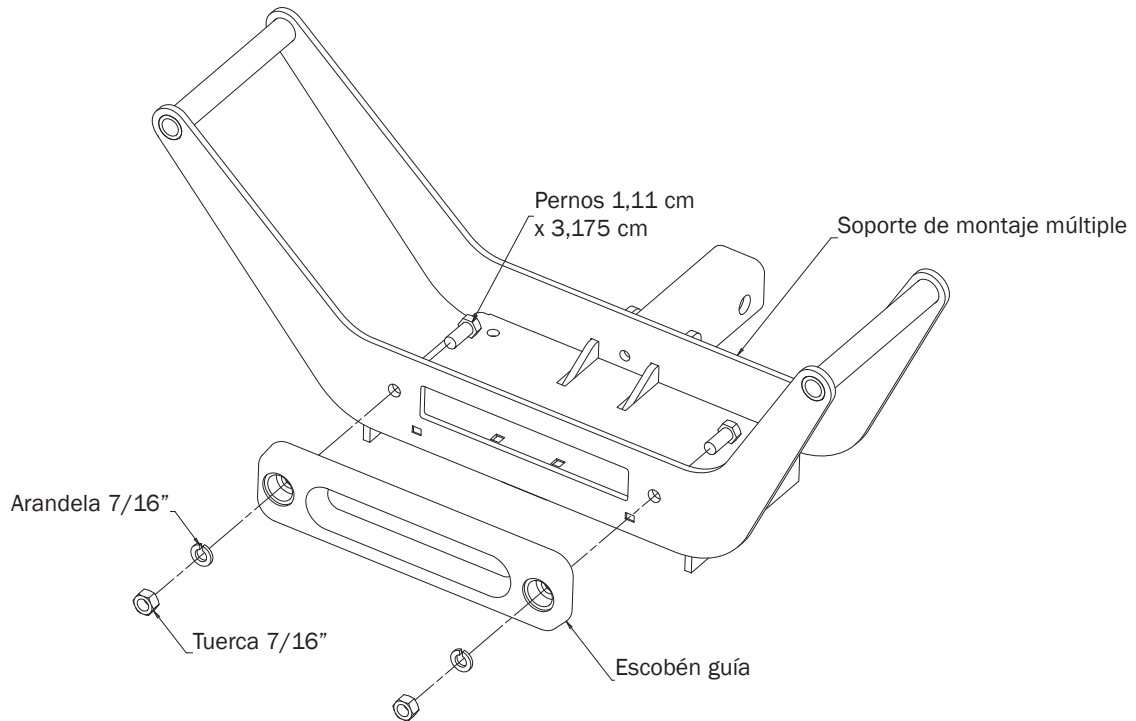

FIGURA 1
1. Monte la guía en el lado frontal de la placa de montaje del cabrestante (Figura 1).